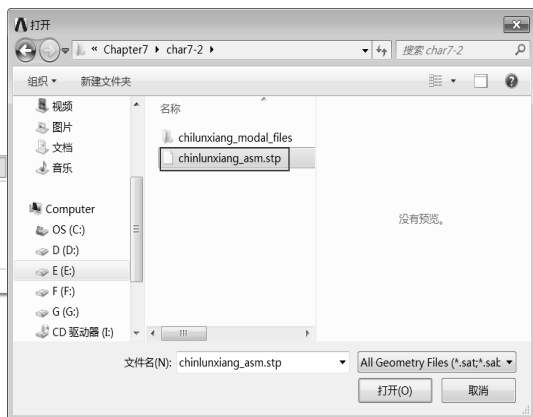

图 7-25 打开模型文件
Step3：在弹出的如图 7-25 所示的“打开”对话框中做如下设置。